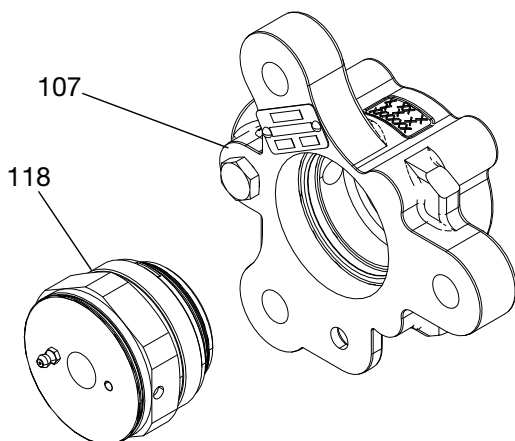

図 24
7. アウトレットハウジング (107) を万力にしっかりと固定し、スロートリテーナ O リング (120) をスロートリテーナ (118) に取り付けます。リテーナをアウトレットハウジング (107) に配置します。
8. スロートリテーナ (119) のねじ山に焼付防止潤滑剤を塗布し、アウトレットハウジング (107) にねじ込みます。完全にねじ込んだら、スロートリテーナを 200 ft-lbs (271 N•m) のトルクで締めます。図 24 を参照してください。